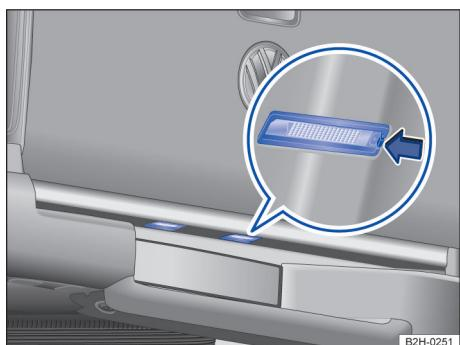

Fig. 153 Na chapa terminal traseira embaixo da tampa do compartimento de carga: lanternas da placa de licença.
- ① Observar e executar a lista de controle → Página 202.
- ② Pressionar com uma chave de fenda no entalhe da lanterna da placa de licença na direção da seta → Fig. 153 (seta).
- ③ Puxar a lanterna da placa de licença um pouco para fora.